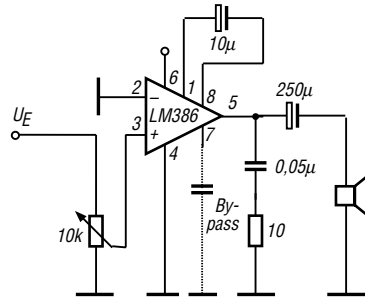
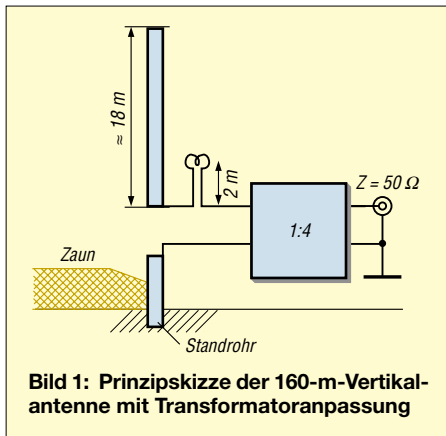

Bild 4: Verstärkung = 200 durch externe C-Beschaltung
Bild 1: Prinzipialskizze der 160-m-Vertikalantenne mit Transformatoranpassung
- [1] Theurich, K., DG0ZB: FUNKAMATEUR Digest. 1. Auflage, Theuberger Verlag, Berlin 1998, S. 28, Bild 4; oder S. 279, Bild 1; oder S. 288, Bild 2 und 4
Bild 1 zeigt die prinzipielle Anordnung. Als Standrohr findet ein Stahlrohr mit 50 mm Durchmesser x 2 mm Wanddicke, 2 m lang Verwendung, das sich mit dem Vorschlaghammer 1,5 m tief in die Erde befördern